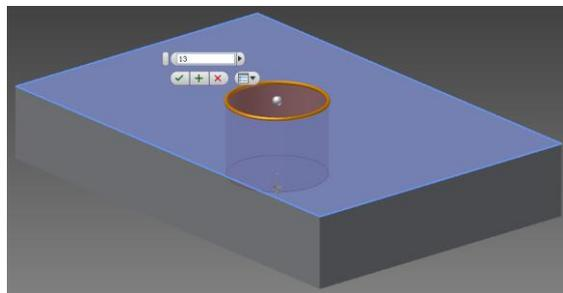

**Рис. 6. Завершение построения первой пластины**
6. Нажимаем ЛКМ (левая кнопка мыши) на домик в видовом кубе  и возвращаемся к главному виду (рис. 6).